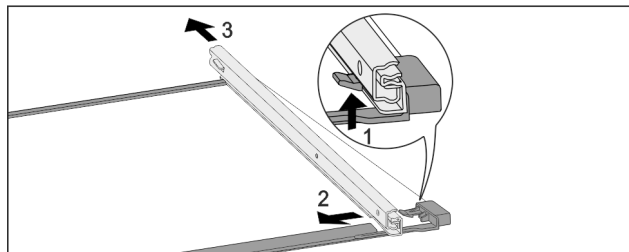

Fig. 148 Skleněná deska s kolejničkami
- ▶ Přední aretační háček zatlačte nahoru. Fig. 148 (1)
- ▶ Výsuvnou kolejničku vysuňte stranou Fig. 148 (2) a dozadu Fig. 148 (3).